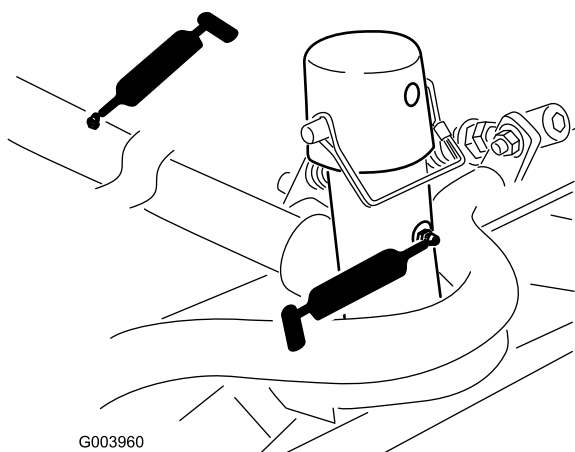

Figura 45
- Estrutura de suporte e articulação da unidade de corte (2 de cada) (Figura 45)